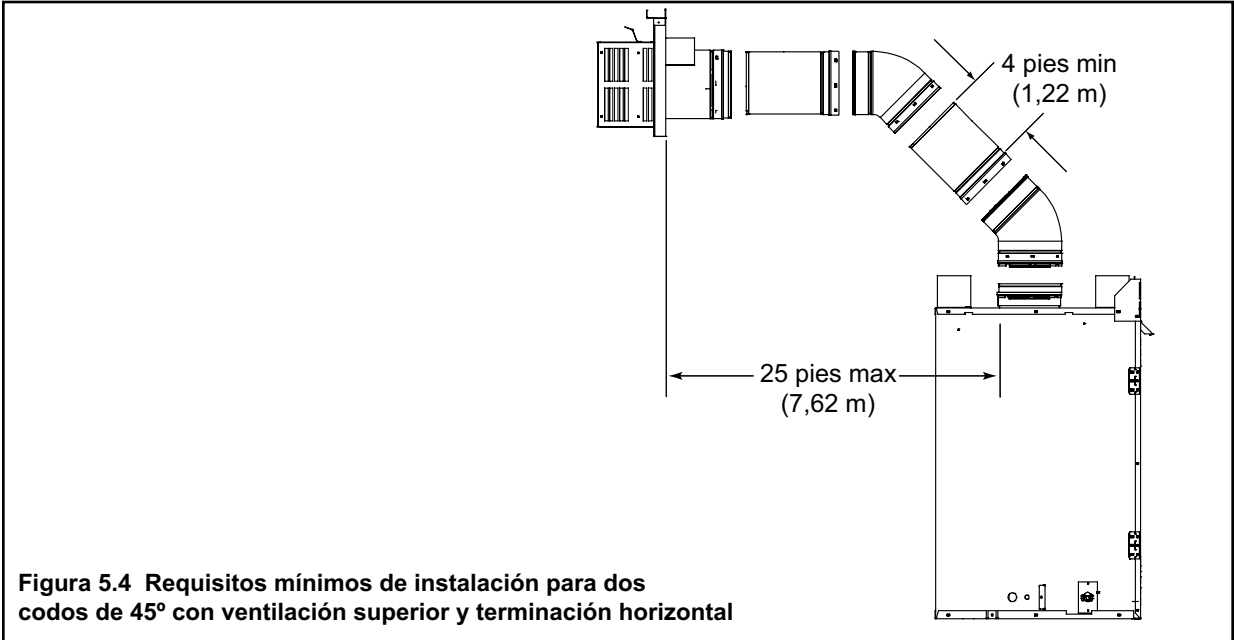

Figura 5.4 Requisitos mínimos de instalación para dos codos de 45° con ventilación superior y terminación horizontal
Para reemplazar el primer codo inicial por dos de 45°, consulte la figura 5.4. Todos los demás codos de 90° pueden ser reemplazados con codos de 45°.
- Los codos pueden ser instalados juntos en cualquier parte del sistema con excepción de como se muestra en la figura 5.4.